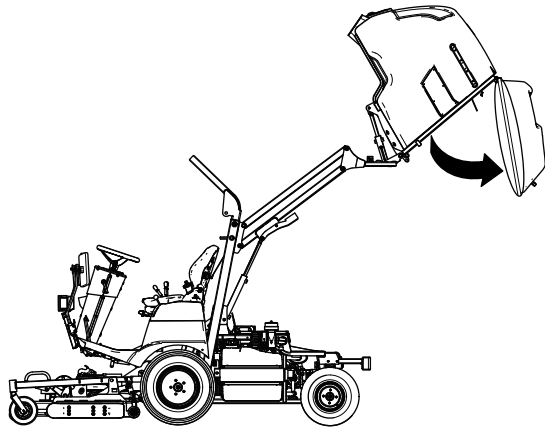

Bild 140
2. Heben Sie die Fangbox (Bild 140) ganz an, siehe Anheben der Fangbox \(Seite 32\).
3. Entleeren Sie die Fangbox (Bild 140) und lassen sie in der ganz entleerten Stellung, in der die Heckklappe ungehindert hängt, siehe Entleeren der Fangbox \(Seite 33\).